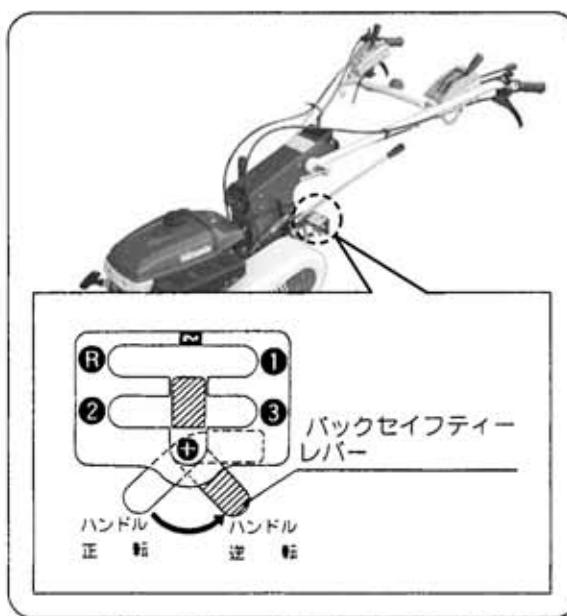

図55
- ③ 变速レバーの指示マーク案内板に取付けてあるバックセフティレバーを確実に【ロック】位置にセットしてください。高速後進は大変危険です。絶対に使用しないでください。(図55)
- ④ 回転するとき、各ワイヤ類が引っかかるないように、ゆっくりおこなってください。
- ⑤ 必ず左右の操向クラッチの入替えをおこなってください。
- ⑥ 操向クラッチを含めた各操作装置が確実に作動するのを確かめてください。